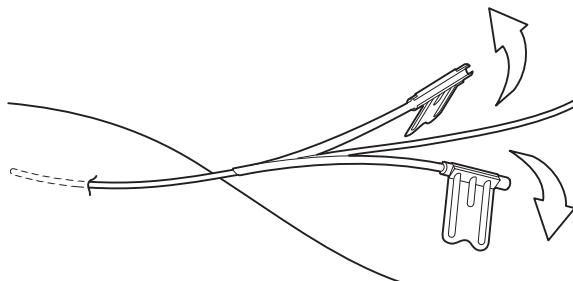

Figure 7
**REMARQUE :** Pincer les ailettes vertes de l'aiguille pour les réunir, puis les détacher l'une de l'autre et en retirer l'aiguille. Voir Figure 7.